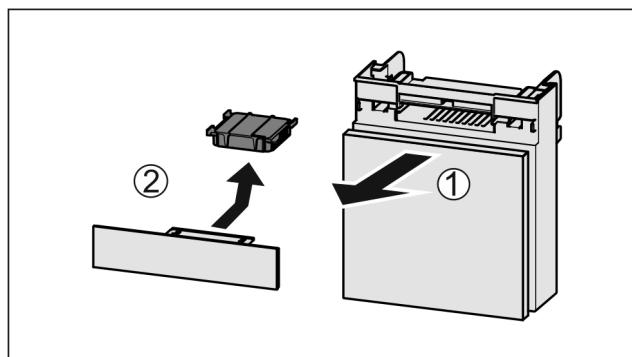

Fig. 120
- Издърпайте Fig. 120 (1) напред отделението.
- Извадете Fig. 120 (2) филтъра с активен въглен.